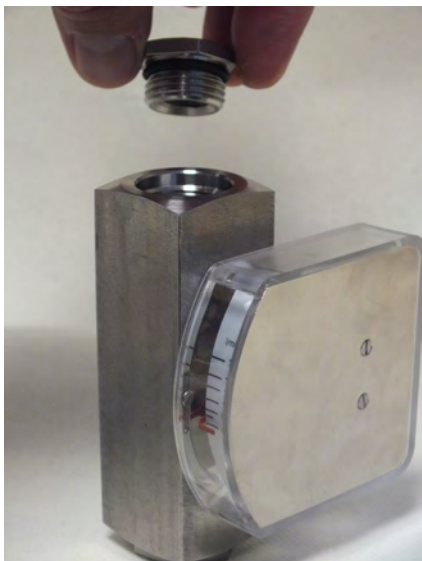

Abb. 59: Verschraubung (Ausgang) einsetzen
- 10.** ➤ Verschraubung (Ausgang) in den Gerätekörper (Ausgang) einsetzen (Abb. 59)